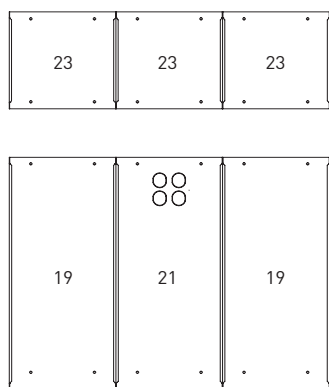
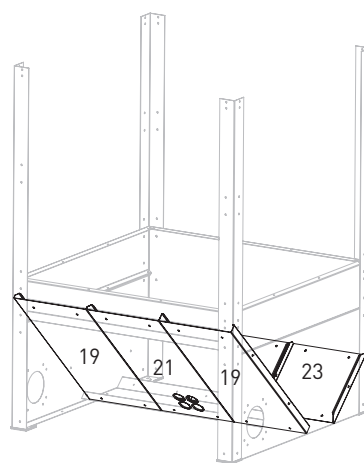

Fig. 10 Pareti oblique montate – vista dall'alto
Fig. 9 Montaggio delle pareti oblique
Inserire 4 pareti oblique dietro (23) e 2 pareti oblique davanti (19), 1 parete obliqua davanti con canalizzazione con tubi flessibili (21) – Fig. 9, Fig. 10.